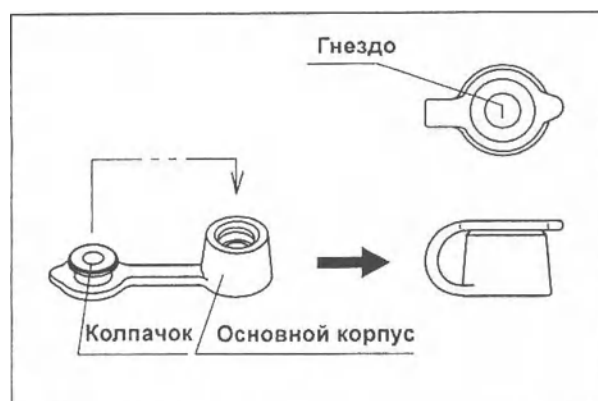

Рисунок 3.10.
2. Присоедините колпачок к основному корпусу (см. Рисунок 3.10.).